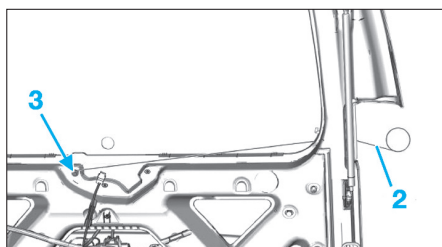

FIG. 17
- Fixer l'extrémité (2) du fil tranchant sur la fixation supérieure du moteur d'essuie-vitre arrière (3) (Fig.17)